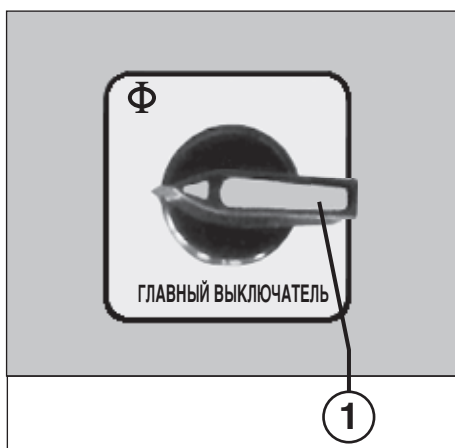
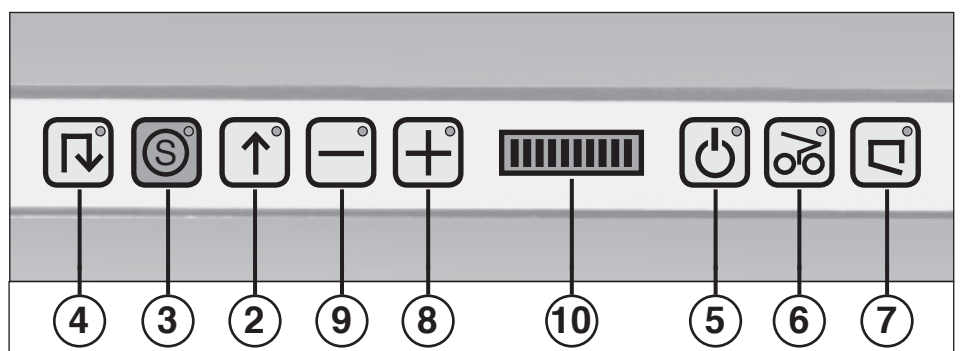

Рис. 1
Рис. 2
Следите за тем, чтобы измельчитель выключался на ночь (главный выключатель (1) (рисунок 2) должен находиться в положении "0").
ЭЛЕМЕНТЫ УПРАВЛЕНИЯ (рис. 1, 2 и 3):
- 1 = **главный выключатель (агарийный) (рис. 1)**
- 2 = **клавиша прямого хода (рис. 2)**
- 3 = **клавиша останки VS (рис. 2)**
- 4 = **клавиша обратного хода (рис. 2)**
- 5 = **контрольная индикаторная лампочка (рис. 2)**
- 6 = **контрольная индикаторная лампочка "Бумажная пробка" (рис. 2)**
- 7 = **контрольная индикаторная лампочка (рис. 2)**
- 8 = **клавиша "Vario-Speed" со знаком плюс (рис. 2)**
- 9 = **клавиша "Vario-Speed" со знаком минус (рис. 2)**
- 10 = **дисплей индикации скорости "Vario-Speed" (рис. 2)**
Включите измельчитель с помощью главного выключателя (1) (рис. 1). В знак того, что устройство готово к работе, загорается контрольная индикаторная лампочка "Готоность к работе" (5), а также красная клавиша останки "S" (3) (рис. 2).
2. Нажмите на клавишу прямого хода (2) (рис. 2): режущий механизм заработает и начнет измельчать бумагу.
3. Для выключения измельчителя нажмите на красную клавишу останки (3) (рисунок 2).
1. Режущий механизм заблокирован. Загорается контрольная индикаторная лампочка (6) (рисунок 2).
- Для повышения рабочей скорости нажмите на клавишу "Vario-Speed" со знаком плюс (8) (рис. 2).
- Для уменьшения рабочей скорости в пользу более гсысокой производительности нажмите на клавишу "Vario-Speed" со знаком минус (9) (рис. 2).
Актуальный уровень скорости будет показываться на дисплее "Vario-Speed" (10) (рис. 2).
Если приемный мешок наполнился измельченной бумагой до краев, то измельчитель останавливается. Загорается контрольная индикаторная лампочка "Приемный мешок переполнен" (7) (рис. 2).